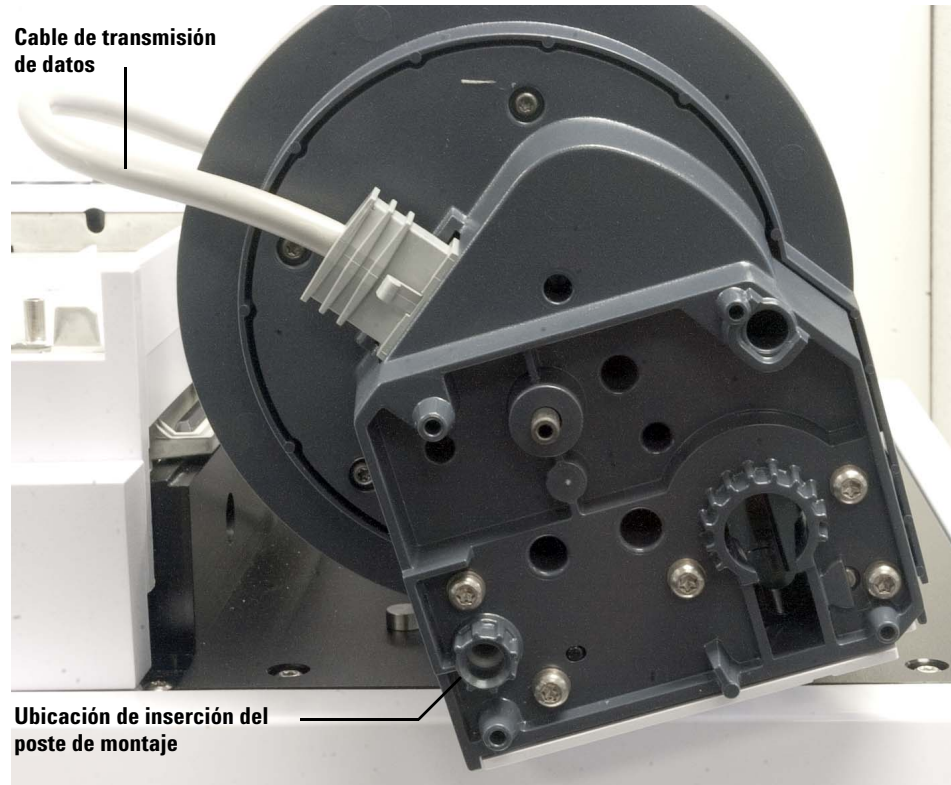

Figura 19 Cable de transmisión de datos y ubicación de inserción del poste de montaje
- 2 Conecte el cable de transmisión de datos en la torre delantera (Figura 19). Si ha instalado el soporte de la jeringa de gran volumen G4521A en una torre, utilice dicha torre como torre delantera.
Observe la ubicación de inserción del poste de montaje en la base de la torre (Figura 19).